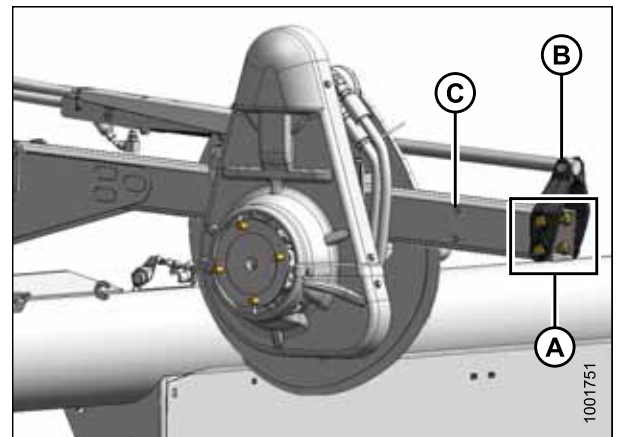

图 3.38: 前置位置
3. 卸下固定油缸支架 (B) 到拨禾轮臂上的四个螺栓 (A)。
4. 调整拨禾轮位置，直到支架 (B) 与所需位置的孔 (C) 对齐：
- 前置位置请参见图 3.38，页码 61